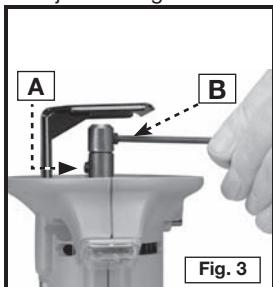

Fig. 3
Es necesario usar un portabroca especial (que viene con el Modelo 7499, para instalar las brocas con espigas de un diámetro de .115" o de 1/8". Este portabroca especial se mete directamente en el eje de la Herramienta Cortadora y se sujeta por medio de un tornillo (A) Fig. 2. La espiga (cabo) de la broca entra en el portabroca y se sujeta por medio de un tornillo (B) Fig. 3 también.
NOTA: Aminorar los niveles de la vibración, meta el especial bota con (B) Fig. 3, de tornillo de presión 180 grados del tornillo de túnel.
1. Limpie y meta la espiga de la broca en el eje de la Herramienta Cortadora (vea la Fig. 3). La espiga tiene que entrar al menos 1/2" en el eje.